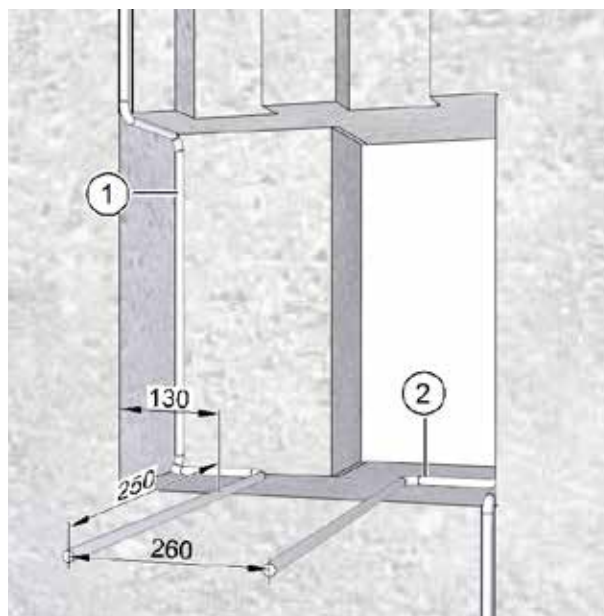

Fig. 13: Posa dei cavi d'allacciamento, misure in millimetri
- ▶ Posare il cavo di rete (pos. 1 nella Fig. 13) ed event. il cavo di comando (pos. 2 nella Fig. 13) con una sporgenza del cavo di circa 250 mm dal muro.